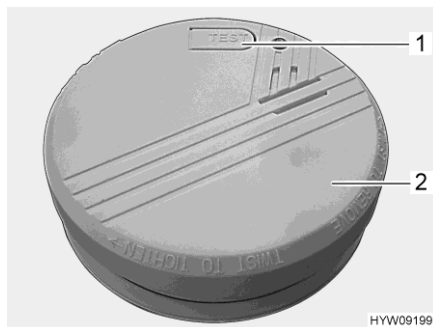

Bild 118 Brandvarnare
- Vrid brandvarnaren (Bild 118,2) moturs tills den släpper från hållaren.
- Testa brandvarnaren. Tryck på kontrollknappen (Bild 118,1). Du måste höra ett larm.